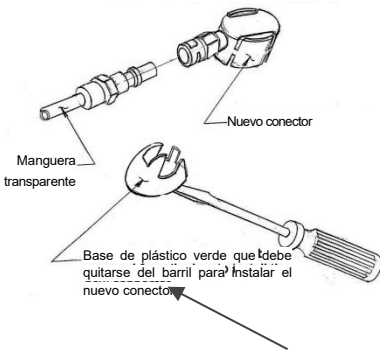

Figura 7
1. Quite el adaptador el barril a presión. (Figura 7) Recicle el adaptador de acuerdo a la normativa medioambiental local.